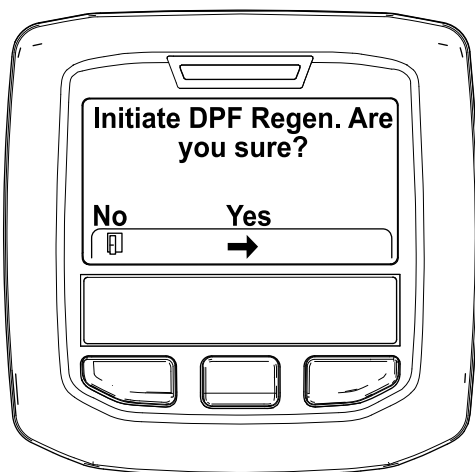

Рисунок 39
4. Когда появится сообщение «Initiate DPF Regen. Are you sure?» («Вы действительно хотите начать регенерацию DPF?»), нажмите среднюю кнопку (Рисунок 39).